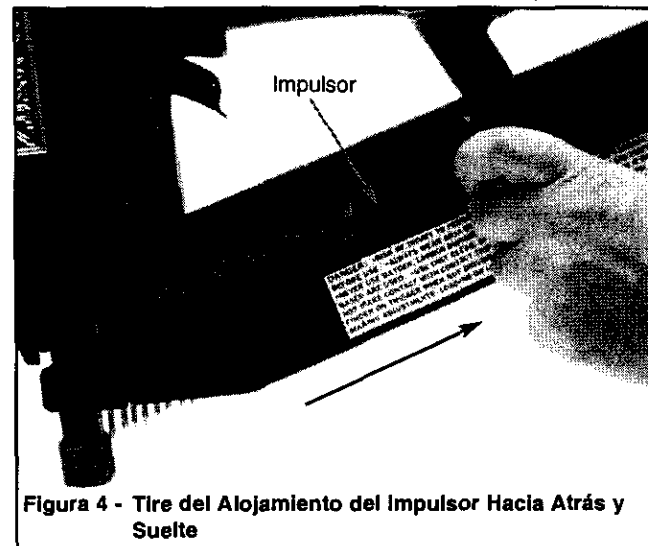

Figura 4 - Tire del Alojamiento del Impulsor Hacia Atrás y Suelte
- Sujete el alojamiento del impulsor, oprima el pestillo y tire del alojamiento del impulsor hacia atrás hasta que el impulsor quede completamente detrás de la banda de clavos. Luego suelte el pestillo y el alojamiento. El alojamiento avanzará y el impulsor ejercerá presión sobre la banda de clavos, llevándola al interior del mecanismo de inserción (véase la Figura 4).